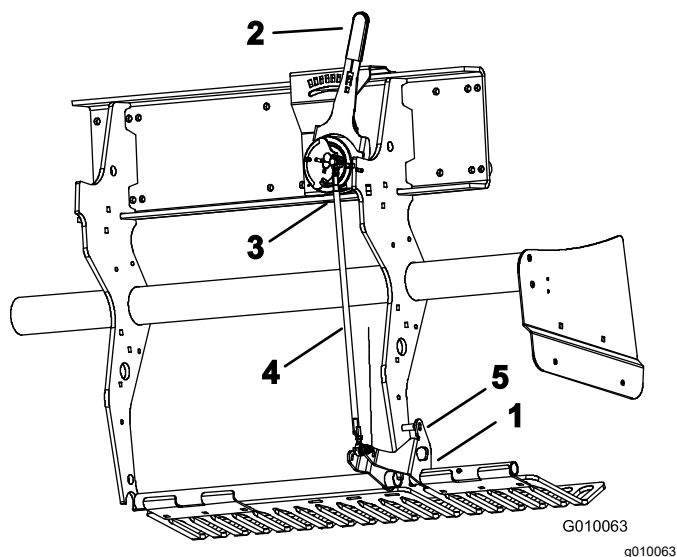

**Figura 59**
2. Rode o suporte de montagem do protetor da relva esquerdo (Figura 59) até conseguir inserir um pino de bloqueio, com uma haste de perfuração ou um parafuso de 8 mm, entre o suporte e o tubo de definição da profundidade soltado à estrutura.
3. Mova a alavanca de profundidade dos dentes (Figura 59) para a configuração H (a mais profunda).
4. Desligue o dispositivo esférico exterior (Figura 59) da cablagem (interruptor de cabeça para baixo).
5. Desaperte as porcas de bloqueio (esquerdo e direito) da barra de ajuste da profundidade (Figura 59).